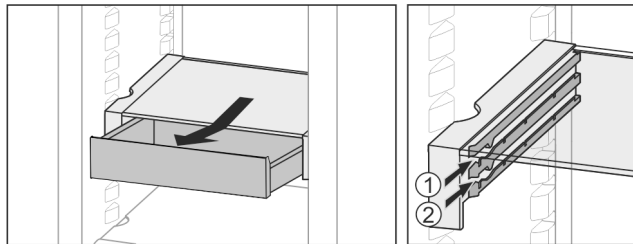

Fig. 31
- Вставити на будь-якій висоті Fig. 31 (1) або Fig. 31 (2).